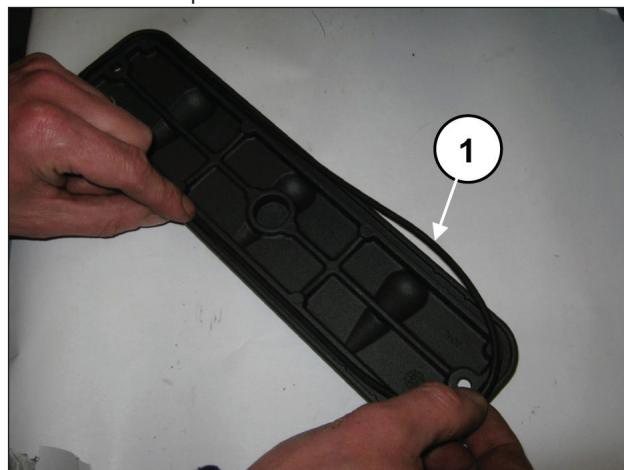
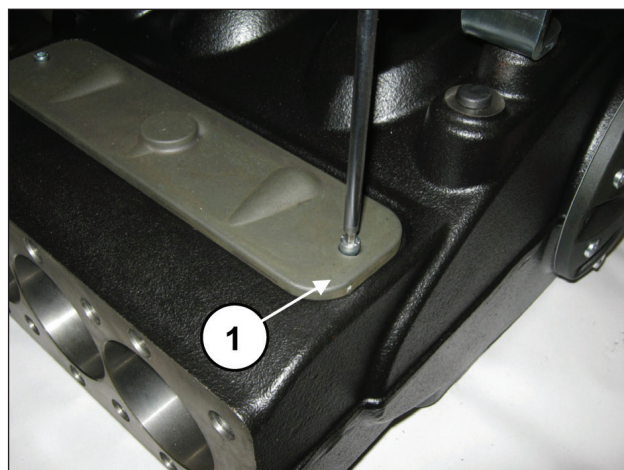

Fig. 93
Fig. 94
Appliquer les couvercles d'inspection avec les joints toriques (rep. ①, Fig. 93) et serrer à l'aide de 2 vis M6x14 (rep. ①, Fig. 94) et de 2 vis M6x40.